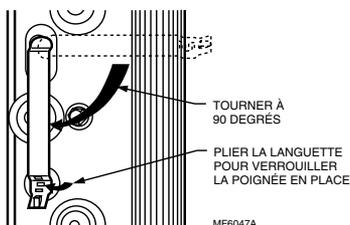

Fig. 8. Installer les poignées au bout de la cellule qui est la plus près de la porte d'accès.
2. Tenir la poignée par les côtés et insérer la languette rigide sur le dos la poignée dans la fente de la cellule. Tourner la poignée 90° en sens horaire pour aligner la languette divisée sur le trou carré. Voir Fig. 8.